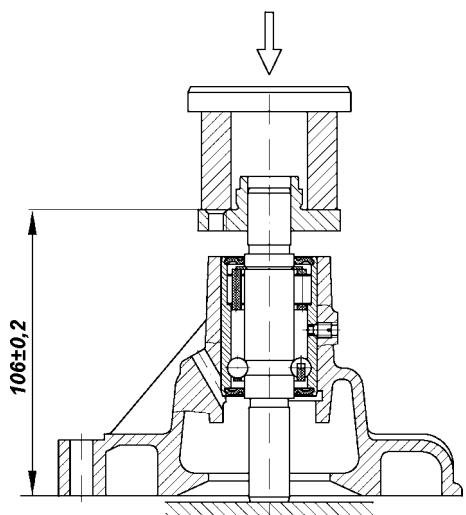

Рис. 4.57. Напрессовка ступицы шкива насоса системы охлаждения
-напрессовать на валик подшипника ступицу шкива насоса, выдержав размер  $106,0 \pm 0,2$  мм (рис. 4.57);